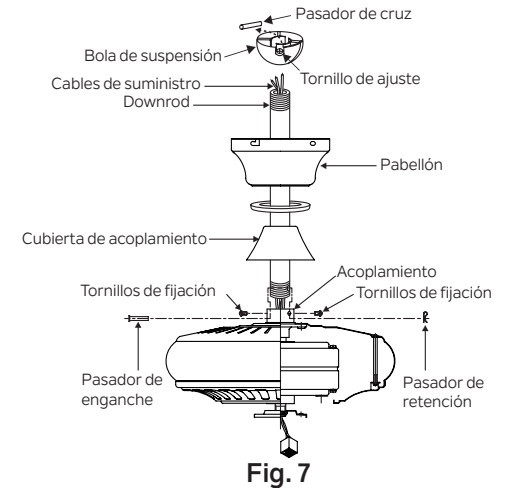

Fig. 7
**Paso 1.** Retire la bola de suspensión del conjunto de la varilla aflojando aflojando el tornillo de fijación, retirando el pasador transversal y deslizando la bola fuera de la varilla. (Fig. 7)
**Paso 2.** Afloje los dos tornillos de fijación y retire el pasador de enganche y el clip de retención del acoplamiento en la parte superior del conjunto del motor. (Fig. 7)
Luego, reemplace el pasador de enganche y el clip de retención. Apriete ambos tornillos de fijación. (Fig. 7)
Enrosque la bola de suspensión en la varilla, inserte el pasador transversal a través de la varilla y apriete. Ahora apriete el tornillo de fijación. (Fig. 7)